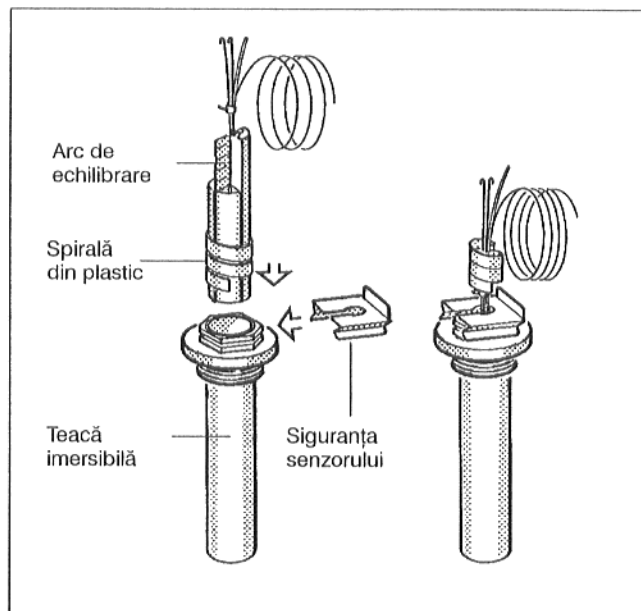

Fig. 17: Teacă imersibilă și sesizor de temperatură
- Se introduce sesizorul de temperatură în teaca imersibilă până la opritor. Spirala din plastic se trage automat înapoi. Arcul de echilibru trebuie și el împins în teaca imersibilă (Fig.17).
- Se apasă siguranța sesizorului livrat cu aparatul de reglare lateral sau de sus pe capul tecii imersibile (Fig.17).